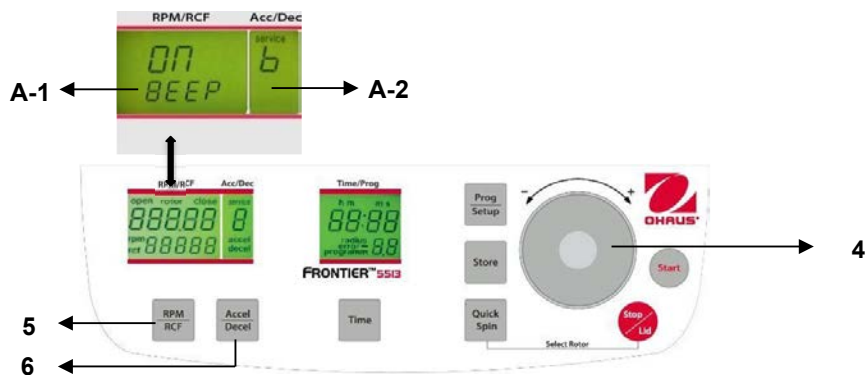

Figura. 31
Procedere come descritto al punto 4.1.2 per inserire questa modalità programma e poi premere il tasto **"Accel/Decel"** (6). Sul display **"Acc/Dec"** (A-2) lampeggia la parola **"Service"**. Selezionare adesso la lettera **"U"** con la quadrante di regolazione (4). Di conseguenza, sul display **"RPM/RCF"** (A-1), appaiono le parole **"Vol=0- 9/Sound"**. Dopo aver premuto il tasto **"RPM/RCF"** (5), è possibile regolare il volume desiderato fra 0 (basso) e 9 (alto) con la quadrante di regolazione (4) (Vedere figura 31). Dopo che si sono salvate le impostazioni (Vedere 4.1.2) ritornare nuovamente alla modalità normale disconnettendo la centrifuga per un breve tempo.
Procedere come descritto al punto 4.1.2 per inserire questa modalità programma e poi premere il tasto **"Accel/Decel"** (6). Sul display **"Acc/Dec"** (A-2) lampeggia la parola **"Service"**. Selezionare adesso la lettera **"B"** con la quadrante di regolazione (4). Di conseguenza, sul display **"RPM/RCF"** (A-1), appare la parola **"ON/BEEP"**. Dopo aver premuto il tasto **"RPM/RCF"** (5), è possibile selezionare il suono tastiera con la quadrante di regolazione (4). (Vedere figura 31) Dopo che si sono salvate le impostazioni (Vedere 4.1.2), si può ritornare nuovamente alla modalità normale disconnettendo la centrifuga per un breve tempo.